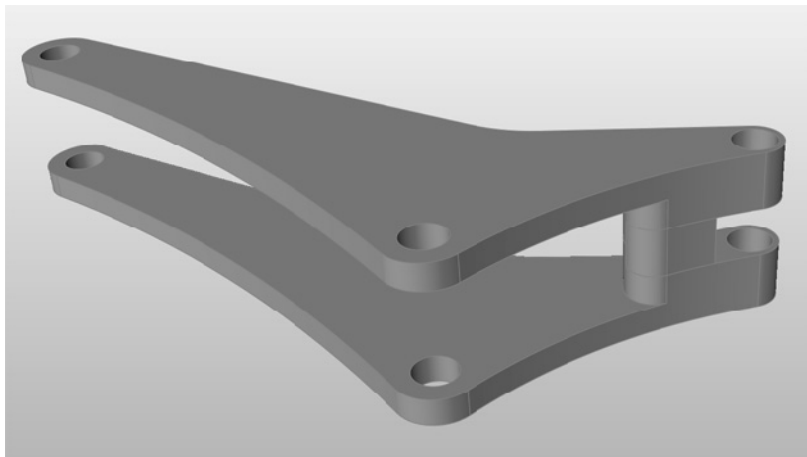

图 9-15
6) 再次单击鼠标左键，删除该圆角串，如图 9-15 所示。